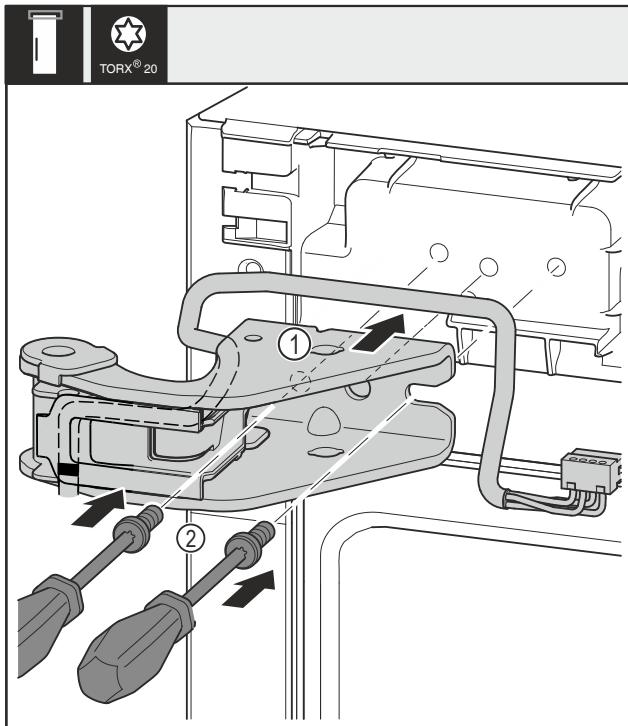

Fig. 31
- Встановіть верхній опорний кронштейн Fig. 31 (1).
- Встановіть та затягніть гвинти Fig. 31 (2) за допомогою викрутки.